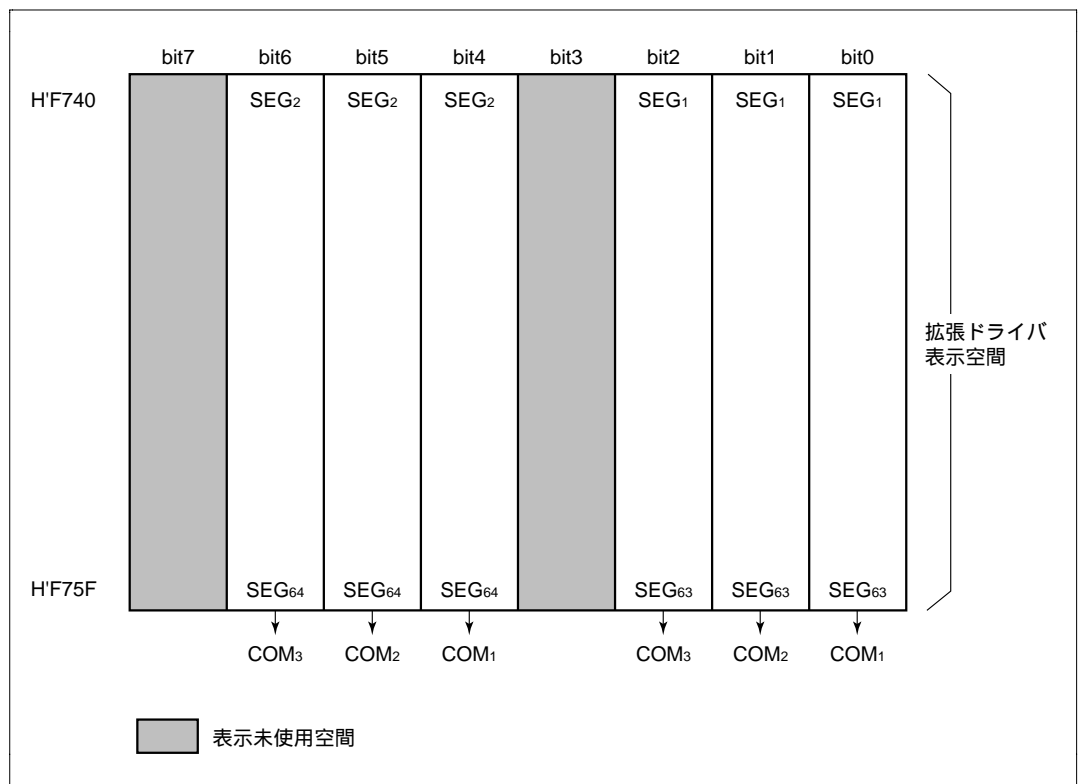

図 13.10 セグメント外部拡張した場合の LCD RAM マップ
1. 図 13.10 に示すように、LCD 電源端子の V_1 、 V_2 、 V_3 にコンデンサを外付回路として接続します。